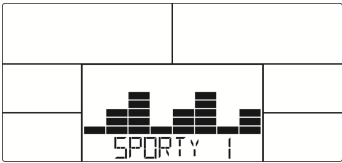

FIG. 16
- 2. Appuyez sur UP ou DOWN (encodeur) pour sélectionner les modes joueur 1 à 4 (Figure 16) et appuyez sur MODE/ENTER pour confirmer votre choix.